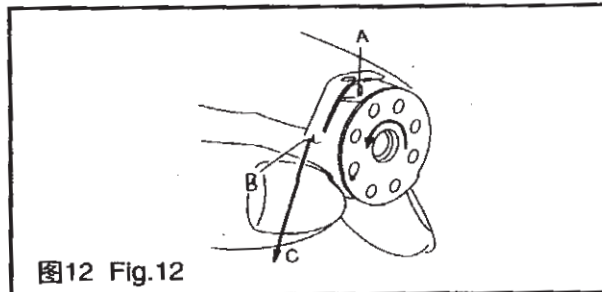

图12 Fig.12
4. 梭心的安装(图12)
(1) 将梭心装入梭子内。
(2) 将线从梭子上的线槽A中穿过，朝B方向拉出。这样，线通过夹线簧下从线孔B处引出。
(3) 拉底线C时，梭心应按箭头方向转动。
4. SETTING THE BOBBIN INTO THE BOBBIN CASE (Fig.12)